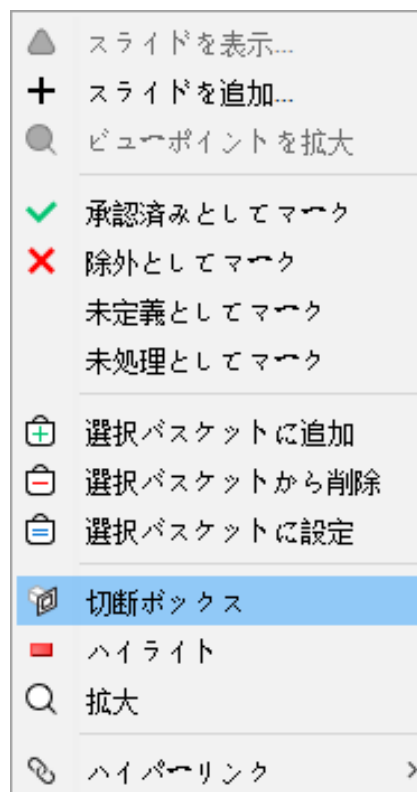

図 55. 結果ビュー、切断ボックスをコンテキストメニューから選択
- ⑪ 切断ボックスの作成。結果ビューから一つの案件またはカテゴリを選択し、右クリック、「切断ボックス」をポップアップメニューから選んでください。(図 55 を参照)